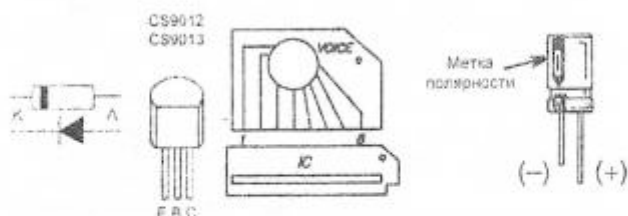

Рис.4 Цоколевка элементов
- ПРИМЕЧАНИЕ:** Микросхема DA1 устанавливается в паз на печатной плате. Цоколевка элементов показана на рис.4.